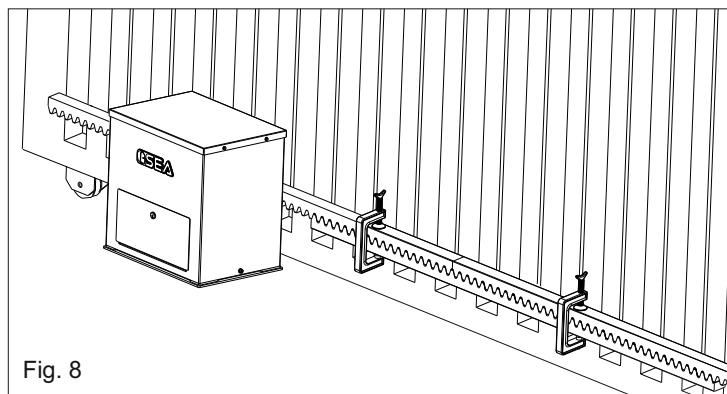

Fig. 8
**5.4.** Controlar que todos lo elementos de la cremallera resulten perfectamente alineados y posicionados correctamente (dentaduras en fase). Se aconseja de contraponer a dos elementos sucesivos un tercer elemento como indicado en la Fig. 8;